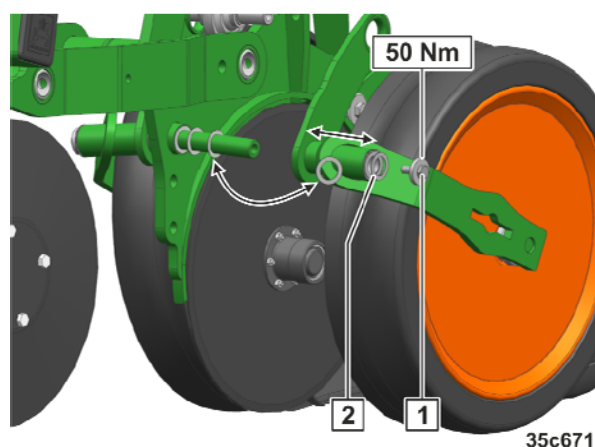

Fig. 313
1. Desserrer et retirer la vis (Fig. 313/1).
3. Régler la distance avec les entretoises (Fig. 313/2) de sorte que la roue porteuse touche légèrement le disque de coudre.
3. Desserrer et retirer les vis (Fig. 313/1).
4. Démonter le disque de coute usé (Fig. 313/2).